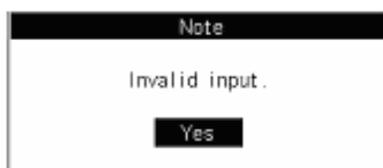

Рисунок 5-29 Сообщение о невозможном вводе величины
5. Если некоторые из введённых величин недопустимы, отобразится сообщение о неправильном вводе (рис. 5-29). Нажмите **“Yes”**, чтобы ввести доступную величину заново;